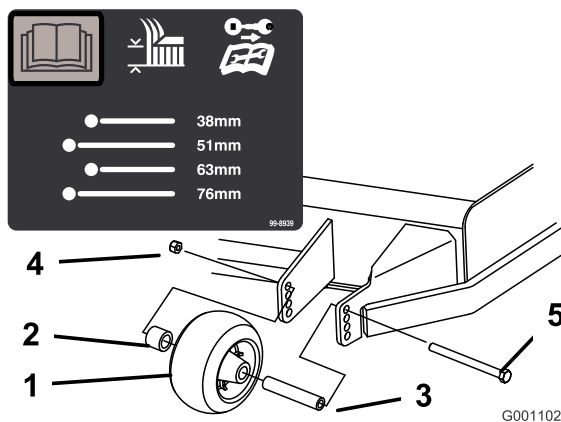
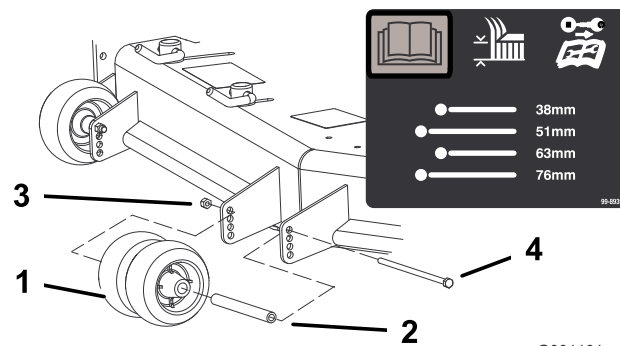
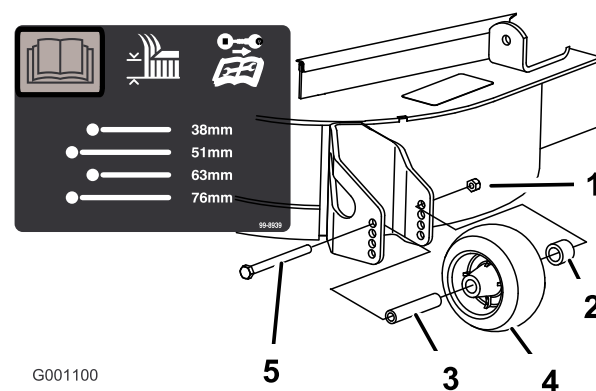

Bild 20
Bild 21
Bild 22
3. Nach dem Einstellen der Schnitthöhe sollten Sie die Rollen einstellen. Nehmen Sie die Bundmutter, die Buchse, das Distanzstück und die Schraube ab (Bild 20, Bild 21 und Bild 22).
Hinweis: Die beiden mittleren Rollen haben keine Distanzstücke (Bild 21).
5. Setzen Sie die Bundmutter, die Buchse, das Distanzstück und die Schraube ein. Ziehen Sie auf 54 bis 61 Nm fest (Bild 20, Bild 21 und Bild 22).